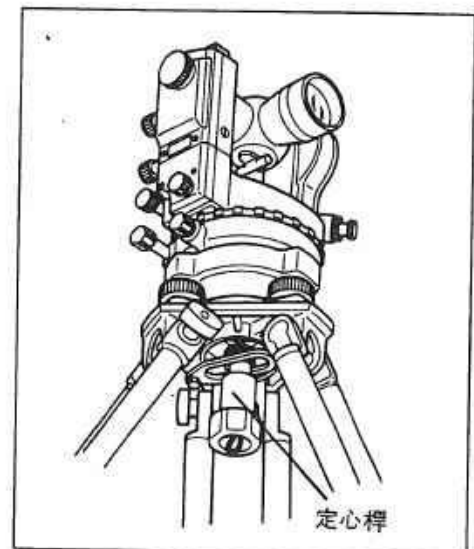

図3
- 1) ケースから本体を取り出し、脚頭上に載せ、片手で支柱を支え、機械の底板①にある雌ねじを下から覗きながら脚頭の定心桿をねじ込み固定させます。(図3)